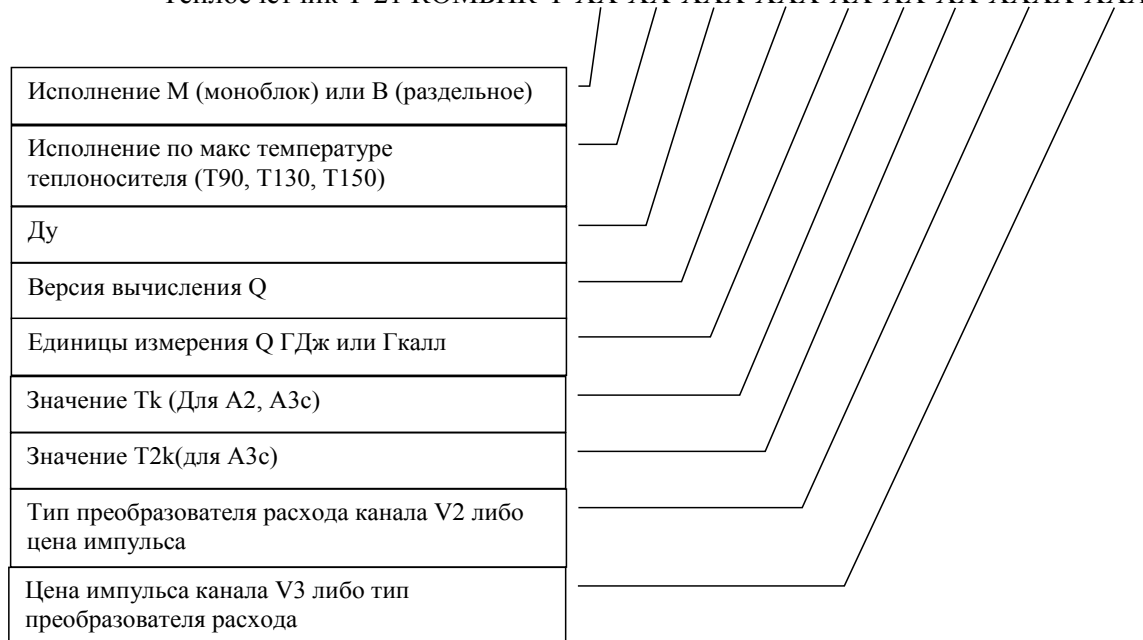

рис. 1.2
**1.10** Для обозначения Т-21 КОМБИК-Т в технической документации и при заказе введено его условное обозначение в соответствии с рис. 1.2